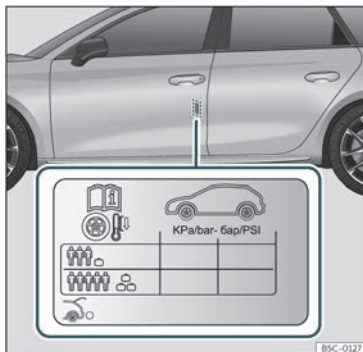

Fig. 212 Localização do autocolante da pressão de ar dos pneus.
- Adapte a pressão dos pneus à carga transportada pelo veículo»» **Fig. 212**.
Os valores da pressão de enchimento indicam-se na etiqueta autocolante situada na zona posterior da moldura da porta dianteira esquerda»» **Fig. 212**.
A pressão dos pneus tem de ser ajustada à carga momentânea do veículo. Se pretender utilizar o veículo com a carga máxima, terá de aumentar a pressão dos pneus para o valor máximo indicado na etiqueta»» **Fig. 212**.
a 4,2 bar de pressão segundo indicado na etiqueta de pressão dos pneus»» **Fig. 212**.
- O condutor é responsável por garantir que todos os pneus do veículo estejam cheios com a pressão correta. A pressão de ar recomendada está indicada num autocolante >>> Fig. 212.
- Com os pneus a frio, deve manter-se sempre a pressão indicada no autocolante >>> Fig. 212.